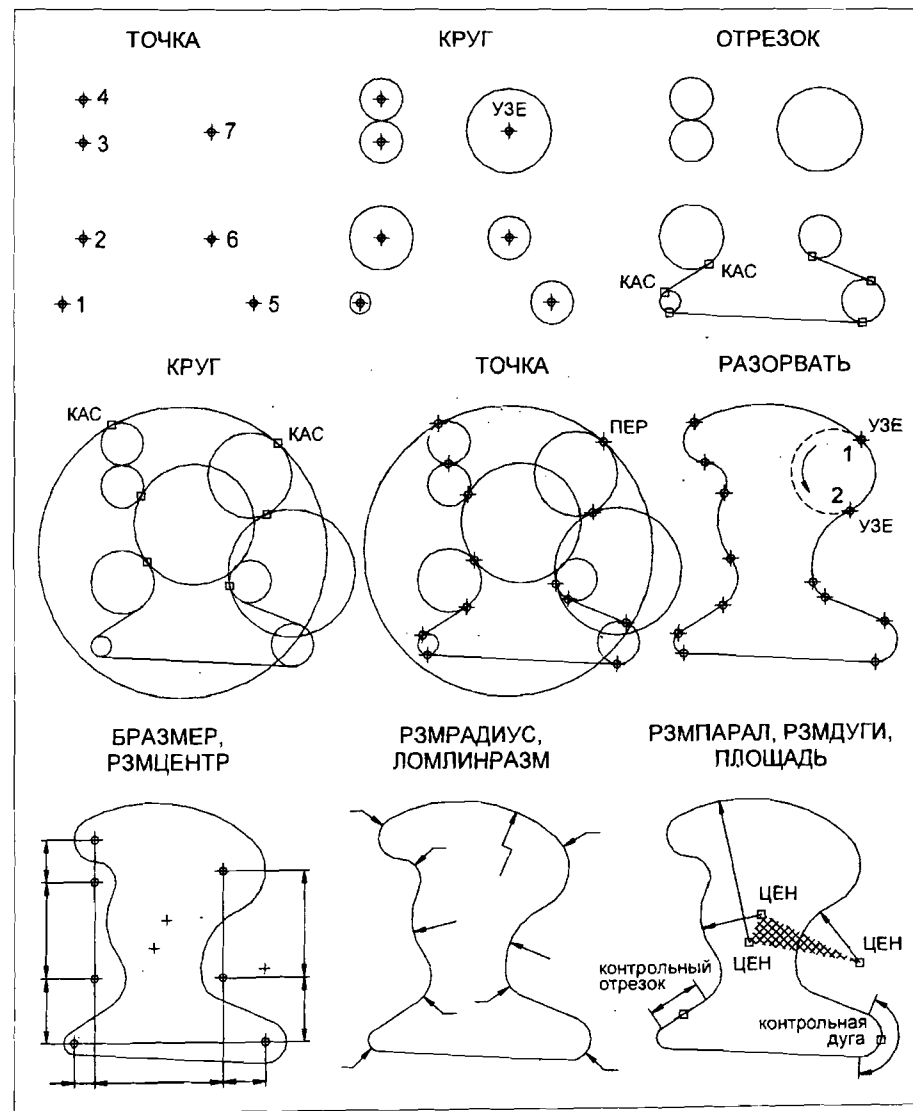

Рис.4
Задание выполняется в несколько этапов (рис.4).
5. С помощью команды ПЛОЩАДЬ (AREA) определить площадь и периметр треугольной области, образованной центрами скруглений радиусами RA, RB, RC (на рис.4 эта область условно показана заштрихованной), используя для указания точек привязку ЦЕН (CEN) к центрам соответствующих дуг.